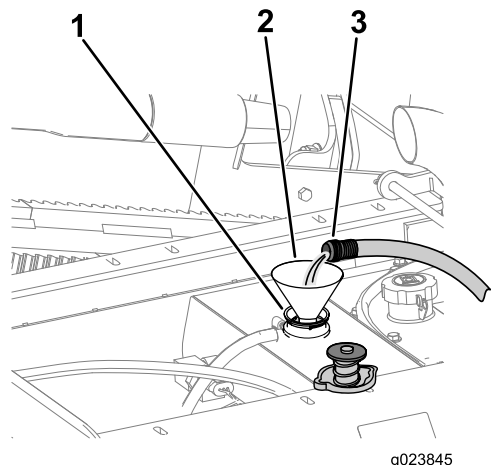

Figura 113
- B. Adicione água limpa até encher o radiador (Figura 113).